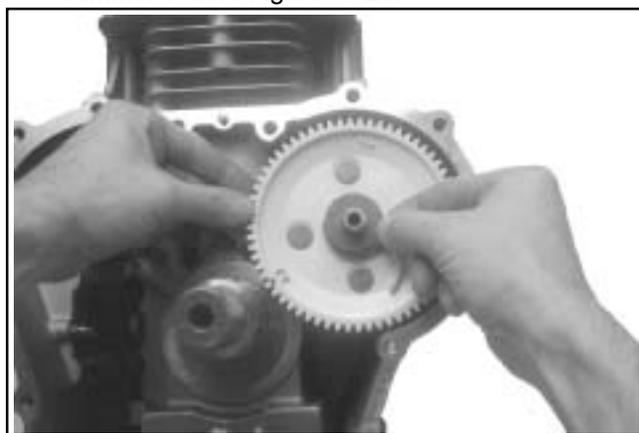

Figura 10-25. Installazione dell'ingranaggio della camma di scarico.
5. Sollevare la leva della camma di scarico ed installare l'ingranaggio della camma di scarico con il gruppo ACR sull'albero a camme, inserendo il perno guida superiore nella scanalatura. Ruotare l'ingranaggio e l'albero in modo che il segno di fasatura "EX" sull'ingranaggio si trovi in posizione ore 8. Installare la rondella reggisplinta sull'albero a camme. Vedere Figura 10-25.